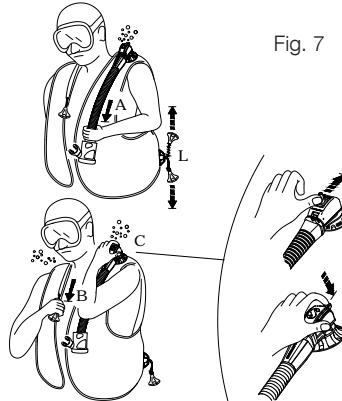

Fig. 7
- a. trageți ușor de ansamblul furtunului (fig. 7 - A).
- b. apăsați butonul careiese din carcasa supapei (fig. 7 - C) (brevetat): acest sistem ar putea fi util și pentru a purja aerul unui alt scafandru care are probleme (panică, scafandru începător, inconștientă etc.).
- Supapa de descărcare manuală dublă SCUBAPRO® (brevet) are un buton de siguranță care eliberează aer atunci când este împins (FIG. 7-C), în caz de defectiune a sistemului de descărcare manuală (cablu rupt, pini etc.).
### ***Supapă de descărcare inferioară (fig. 7 - L)***
Dispozitivele de dezumflare cu debitul maxim de gaz sunt supapa umăr fig. (7-B) și supapa inferioară (fig 7-L).